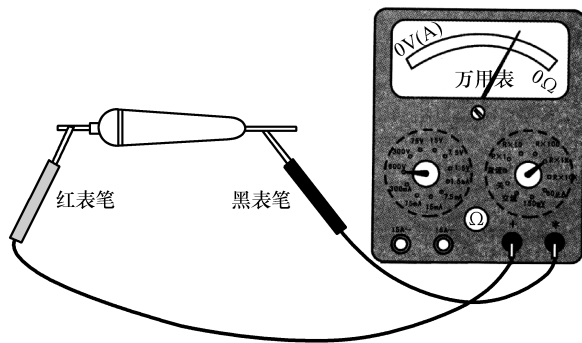

图 1-32 万用表测量热敏电阻器标称阻值
1) 选择万用表适当的电阻挡量程, 测其常温下(约 25°C) 阻值, 应非常接近它的标称阻值, 当环境温度偏离 25°C 时, 测得的阻值有偏差是正常的。具体为: 将万用表拨到电阻挡(视标称电阻值定挡位), 用万用表的红、黑表笔分别夹住热敏电阻器的两脚, 记下此时的阻值, 如图 1-32 所示。